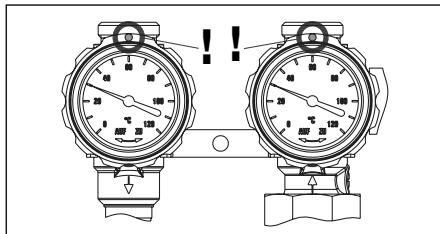

Abb. 6.12 Stellung der Kugelhähne
- Überprüfen Sie die Stellung der Kugelhähne der Solarstation. Diese müssen, wie in Abb. 6.12 abgebildet, positioniert sein (Winkelstellung der Thermometergriffe in Vor- und Rücklauf: 0°).